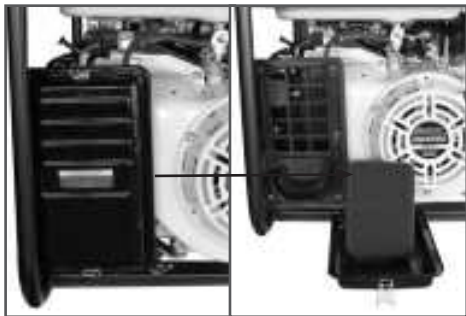

Рис.11 Обслуживание воздушного фильтра
1. Снять крышку воздушного фильтра и фильтр (Рис.11).